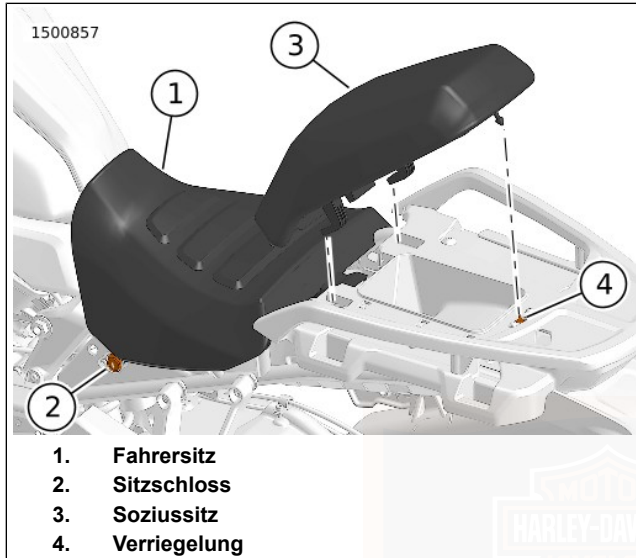
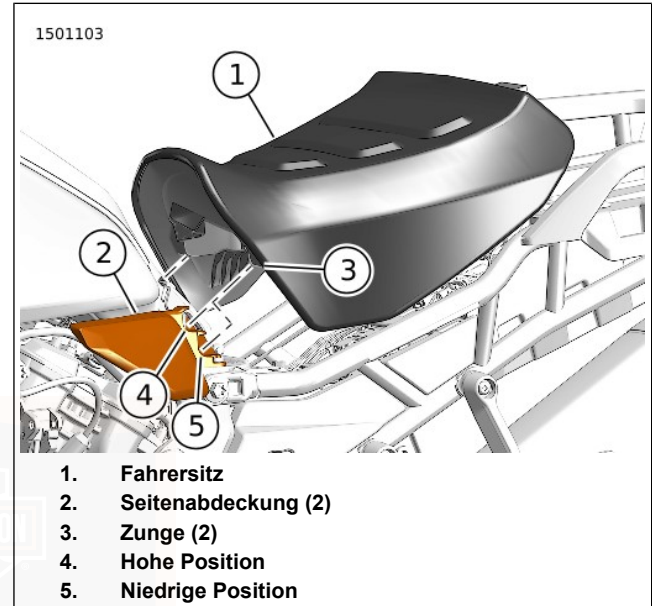

Abbildung 84. Soziussitz
Abbildung 85. Fahrersitz (zweiteilig)
1. Siehe Abbildung 84. Den Schlüssel in das Sitzschloss (2) stecken.
2. Den Schlüssel drehen, um die Verriegelung (4) zu entsperren.
3. Zum Entfernen erst anheben und dann nach hinten auf den Soziussitz (3) heben.
4. Zum Entfernen erst anheben und dann nach hinten auf den hinteren Teil des Fahrersitzes (1) heben.
1. Siehe Abbildung 85. Die Zungen (3) des Fahrersitzes (1) in die hohen (4) oder niedrigen (5) Schlitze der Seitenabdeckungen (2) einführen.
2. Den hinteren Teil des Fahrersitzes (1) in seine Position absenken.
3. Siehe Abbildung 84. Die Zungen am Soziussitz (3) in die Schlitze der Sitzhalterung einrasten lassen.